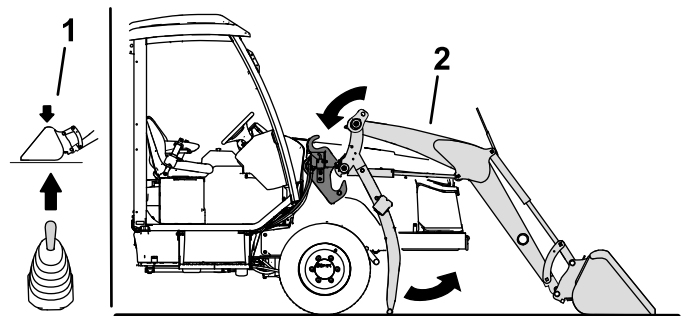

図 55
6. エンジンを始動し、ローダのジョイスティックを操作してアームをフレームマウントに入れる 図 55。